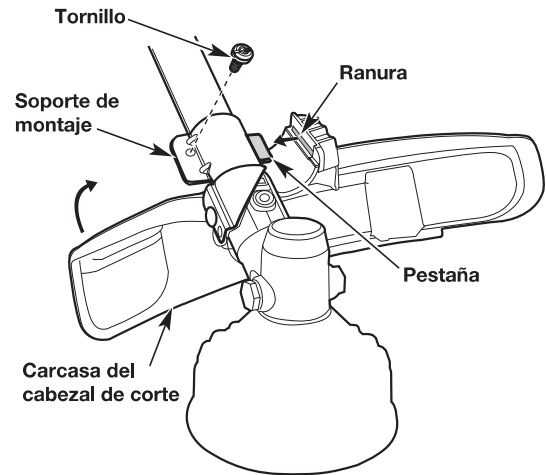

Fig. 1
2. Coloque la pestaña sobre el soporte de montaje y en la ranura de la carcasa (Fig. 1).